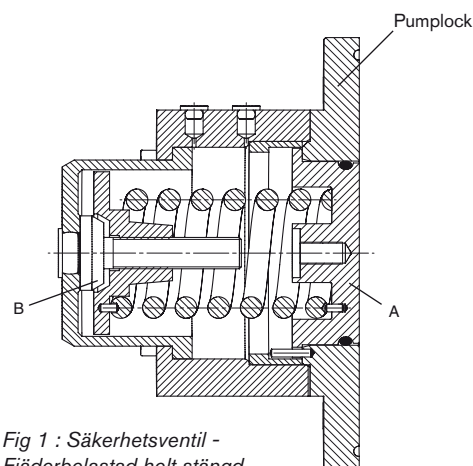

Fig 1 : Säkerhetsventil -
Fig. 1 och 2 återger konstruktionen hos den fjäderbelastade säkerhetsventilen. Ventilhuvudet (A) utsätts för vätsketrycket i pumphuset på ena sidan och för fjäderkraften på den andra sidan. Fjädern verkar direkt på ventilhuvudet.
Fig. 1 återger säkerhetsventilen i helt stängt läge. Ventilhuvudet (A) är i linje med lockets framsida. Ventilen har ställts in genom ihoptryckning av fjädern med inställningsskraven (B).